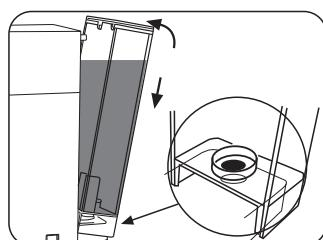

Abb.3
- Den Behälter schräg auf das Wasserventil stellen und wieder einsetzen. Das Oberteil des Gerätes drücken, bis es einrastet. Um zu vermeiden, dass Wasser austreten kann, kontrollieren Sie bitte, ob der Behälter fest sitzt. (**Abb.3**)